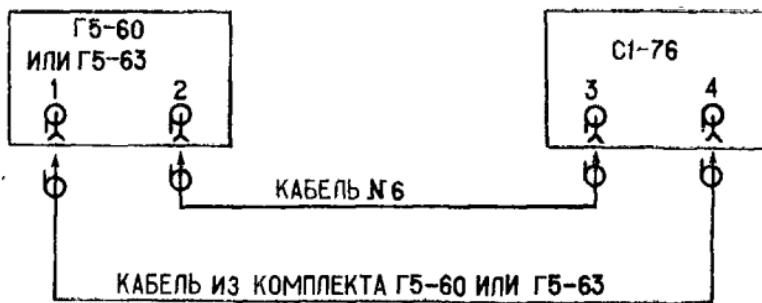

Рис. 10.
13.4.3д. Определение времени нарастания переходной характеристики производится путем подачи на вход осциллографа испытательного импульса от генераторов Г5-60 и Г5-63 (рис. 10) длительностью 5 μs положительной и отрицательной полярности, задержанного по отношению к запускающему импульсу на 2 μs , с периодом повторения 0,1 ms.
13.4.3е. Определение выброса переходной характеристики и времени установления производится путем подачи на вход осциллографа испытательного импульса положительной и отрицательной полярности от генераторов Г5-60 и Г5-63 (рис. 10) длительностью $5 \mu\text{s}$, задержанного по отношению к запускающему на $2 \mu\text{s}$, периодом повторения $0,1 \text{ ms}$.